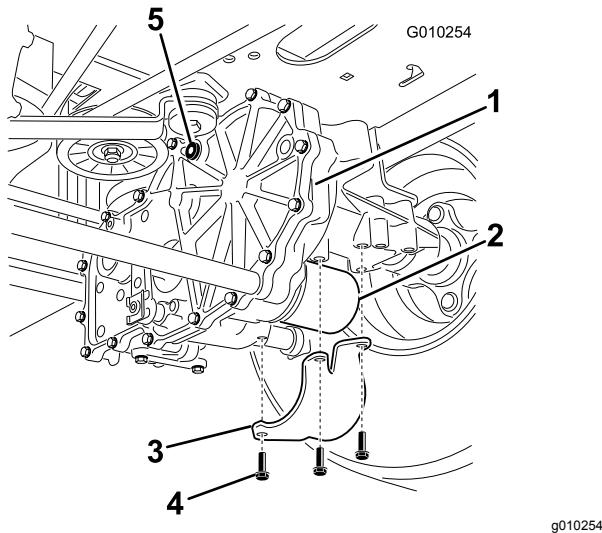

図 63
6. それぞれのトランスアクスル駆動システムについているフィルタとガードを探し出す図 63。
7. フィルタガードを固定しているねじ3本を外してガードを外す図 63。
4. 各フィルタに、先ほど外したフィルタガードを取り付ける。図 63
5. ねじ3本でガードを固定する図 63。
8. 通気プラグを取り付ける図 63。